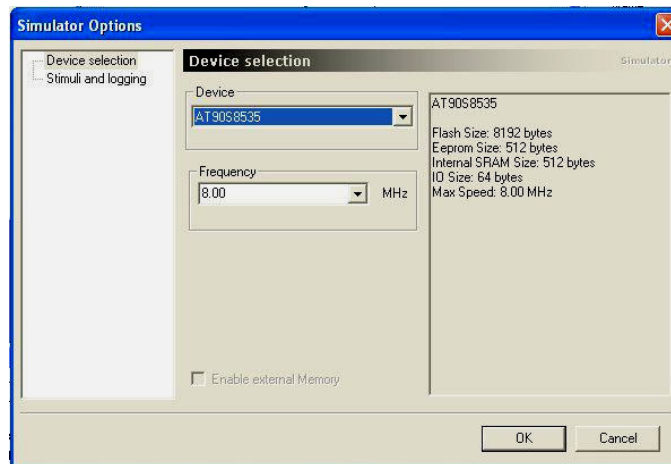

Рис.2.4. Выбор частоты работы МКК
- частота работы микроконтроллера (**Frequency**). Ее можно настроить, выполнив **Debug/AVR Simulator Options**. В открывшемся окне (рис.2.4) выбирается опция **Devise Selection** и устанавливается необходимая тактовая частота.